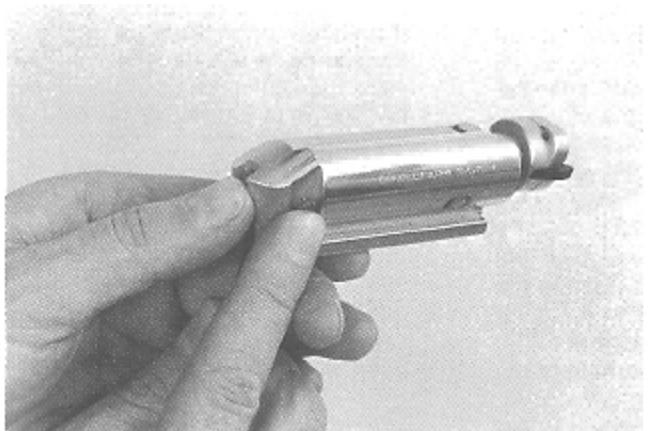

Fig. 45
8) Inserire il perno arresto percussore nel suo foro di sede in maniera che ferma il percussore (fig. 45).
8) Insert the firing pin retaining pin in its seat, so as to block the firing pin (fig. 45).
8) Introduire le pivot d'arrêt du percuteur dans l'orifice de son logement de manière à ce qu'il bloque le percuteur (fig. 45).